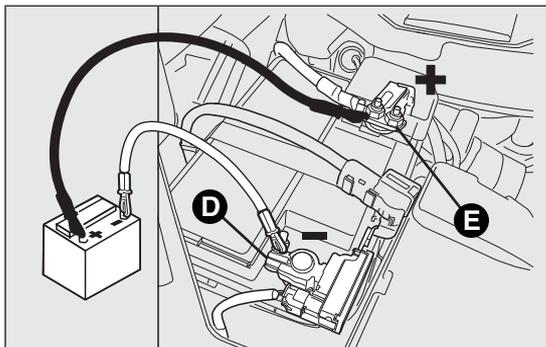

fig. 152
- brancher le câble positif de l'appareil de recharge au pôle positif de la batterie E fig. 152 et le câble négatif à la borne du capteur D ;